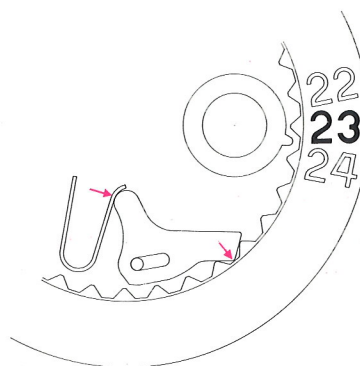

Fig. 2
- A cet instant précis, le sautoir (2576) ramène l'indicateur (2557/1) dans sa position d'origine (figure 2)
- at this precise moment, the date-jumper (2576) brings back the date indicator (2557/1) within its original position (figure 2).